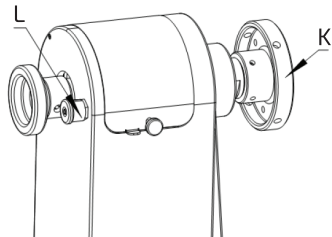

Рис. 6
6. Планшайба (К на рис. 6). Используется для обработки чашеобразных деталей и тарелок. На ней предусмотрено несколько резьбовых отверстий для крепления заготовки.
7. Делительное устройство передней бабки (L на рис. 6). Вставить стопорный штифт в делительное устройство, убедившись, что он вошел в отверстие шпинделя. В шкиве шпинделя предусмотрено 24 отверстия с шагом 15°. Сочетание отверстий позволит нанести на заготовку разметку для равномерного поворачивания заготовки при создании специальных контуров.